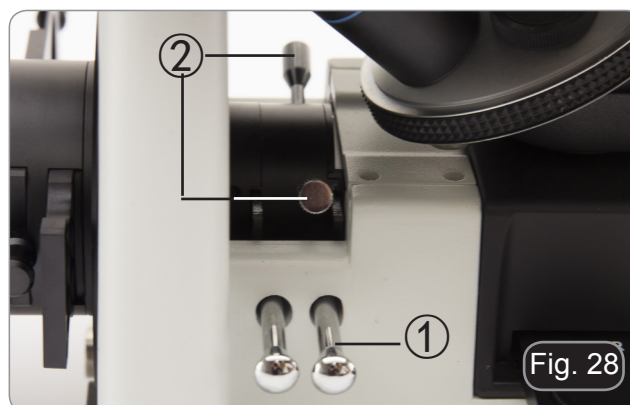

Fig. 28
2. Tirez le levier du diaphragme de champ ① pour fermer complètement le diaphragme de champ. (Fig. 28)
3. Tourner les deux vis de centrage ② pour placer l'image du diaphragme au centre du champ de vision. (Fig. 28)